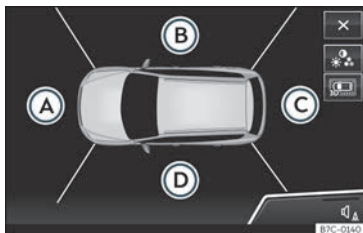

Fig. 245 Visualización do sistema de visión periférica: perspectiva aérea.
Botóns de función **fig. 245**:
Combinando as imaxes de todas as cámaras xérase a perspectiva aérea >>> **fig. 245**. A perspectiva aérea pódese seleccionar premendo sobre o *vehículo* dentro da zona.
Premendo sobre as diferentes áreas >>> **fig. 245** (A) a (D) da perspectiva aérea ou da perspectiva aérea reducida, pódese seleccionar a vista correspondente.
Na pantalla do sistema de infotainment amósase a perspectiva aérea >>> **fig. 245**. Se preme a tecla P_{Pilot} circulando a máis de 15 km/h (9 mph), non se amosará a imaxe.